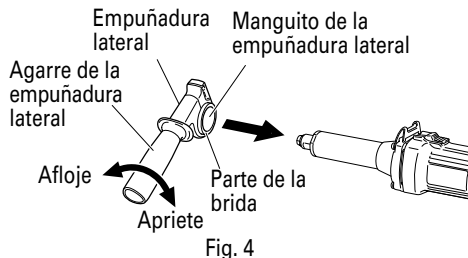

Fig. 4
- Utilización de la empuñadura lateral (Fig. 4)